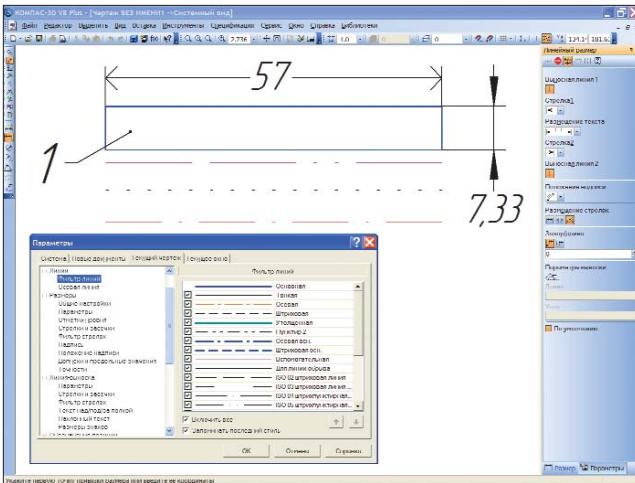

Рис. 7. Стили линий и настройки объектов оформления по ISO
- новые виды стрелок для размеров, линий-выносок, обозначений позиций и новые системные стили линий, а также *фильтры*, позволяющие настраивать списки стрелок и линий, которые будут доступны в документах (рис. 7);